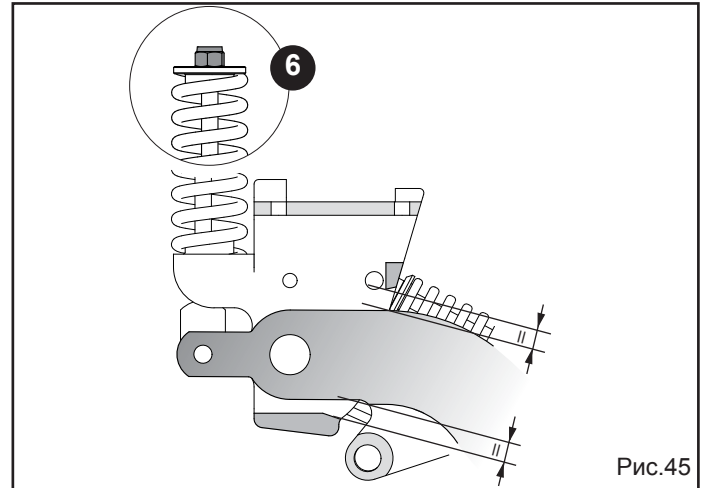

Рис.45
- 3) Проверить, чтобы элемент находился в промежуточном положении (Рис. 45).
- 4) При необходимости отрегулировать все позиционные пружины с помощью гайки (6, рис. 45), пока не достигните положения, указанного в пункте 3).